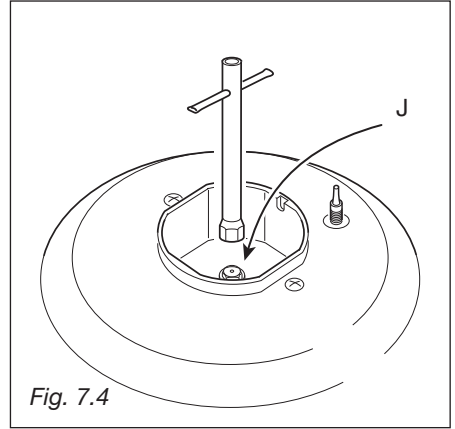

Fig. 7.4
- A l’aide d’une clé plate, remplacer les injecteurs “J” (fig. 7.4) par ceux qui conviennent au gaz que l’on va utiliser (voir Tableau des injecteurs).